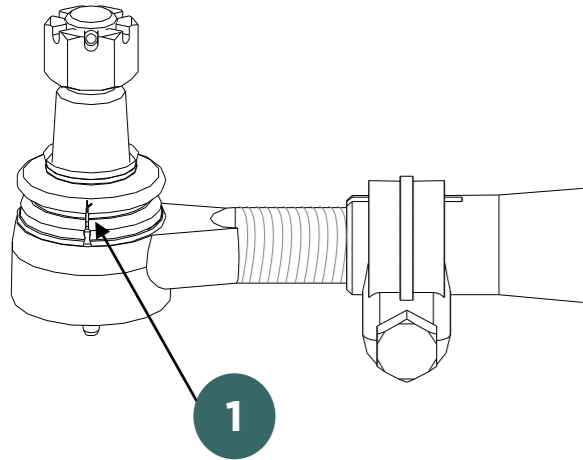

Figura 2-Cubre polvo Dañado
**3** Revise las terminales y cubre polvos. Reemplace cualquier terminal con cubre polvos dañados, rotos o con fugas. (Ver Figura 2)